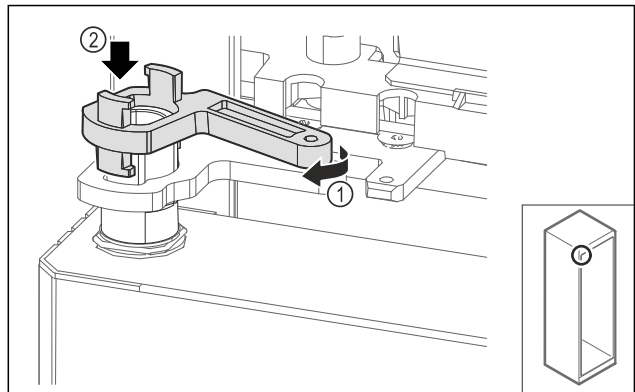

Fig. 70
- Vrid lagerbockens låsning något Fig. 70 (1) och sätt på den på hylsan Fig. 70 (2).